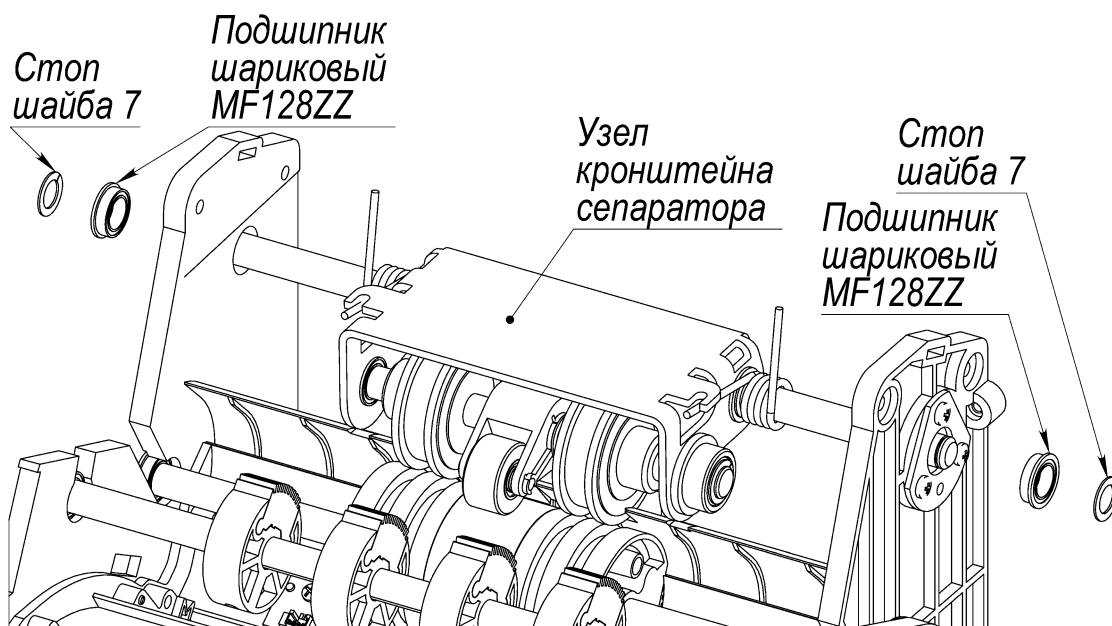
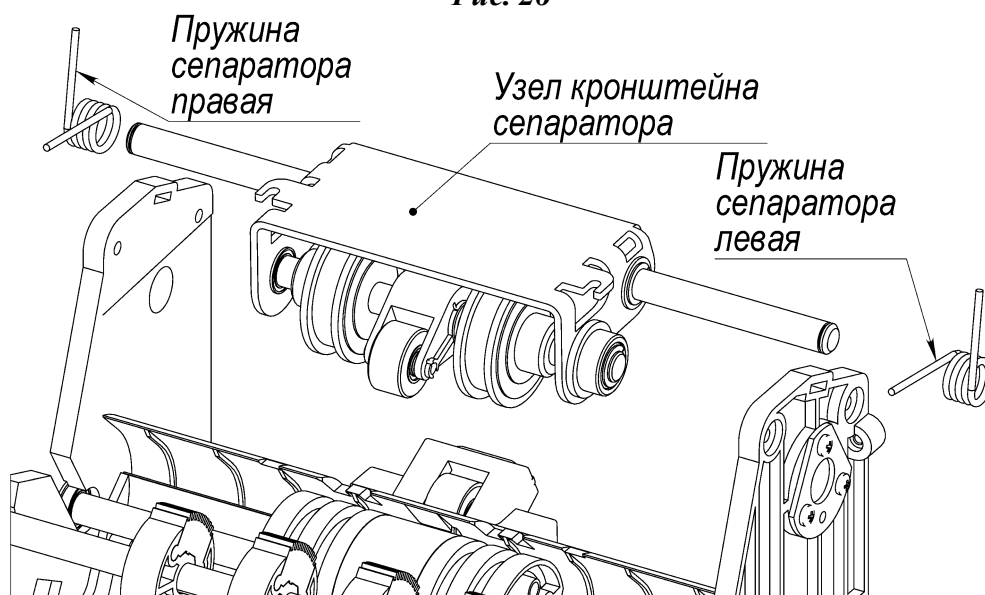

Рис. 26
Рис. 27
8.7.1 Снять стоп шайбы 7 W0003 и подшипники шариковые MF128ZZ с вала узла кронштейна сепаратора (см. Рис. 26).
8.7.2 Снять узел кронштейна сепаратора с каркаса, снять пружины сепаратора левую и правую (см. Рис. 27).
**Внимание:** соблюдать расположение и ориентацию пружин (см. Рис. 26, Рис. 27).